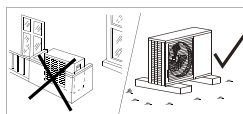

Fig.1
10. Cualquier obstrucción en la salida y entrada de aire de la unidad o cualquier obstáculo que esté demasiado cerca (ver las distancias mínimas requeridas). La instalación en sobre césped o superficies blandas (Debe instalarse sobre una base sólida). (fig.1)